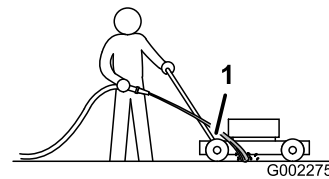

Figure 35
3. Tenez le tuyau d'arrosage à hauteur du guidon et dirigez le jet d'eau vers le sol, juste devant la roue arrière droite (Figure 35).